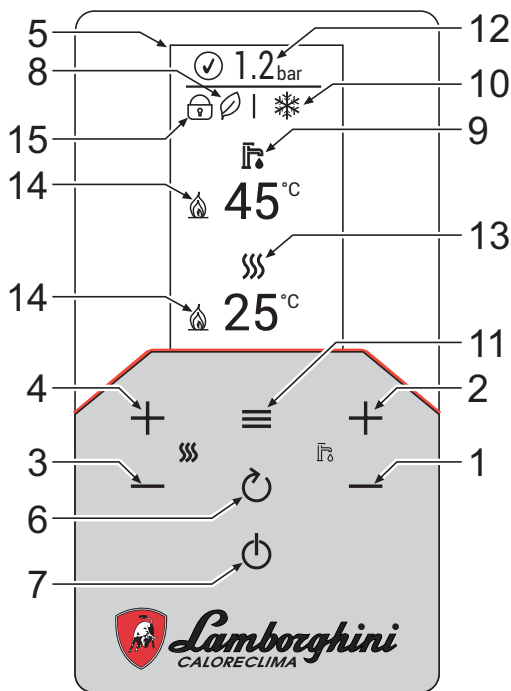

fig. 1- Panoul de control
1.2.1 Legendă panou fig. 1
Apăsăți de mai multe ori tasta  până când apare simbolul pentru vară (soarele) și mesajul "OFF" pentru încălzire (det. 10 - fig. 1): centrala va prepara numai apă caldă menajeră. Rămâne activ sistemul antiîngheț.
Cu ajutorul butoanelor pentru încălzire (det. 3 și 4 - fig. 1) pentru a modifica temperatura de la un minim de 20°C la un maxim de 80°C. Valoarea maximă poate fi modificată din interiorul meniului **Parametri** [TSP], acționând asupra parametrului P40.
Cu ajutorul butoanelor pentru apa menajeră (det. 1 și 2 - fig. 1) pentru a modifica temperatura de la un minim de 40°C la un maxim de 55°C. Valoarea maximă poate fi modificată din interiorul meniului **Parametri** [TSP], acționând asupra parametrului P46.
Funcția **COMFORT** poate fi dezactivată de către utilizator (modul **ECO**) apăsând tasta  timp de 2 secunde. În modul **ECO**, pe afișaj se activează simbolul  (det. 12 - fig. 1). Pentru a activa modul **COMFORT** apăsați din nou tasta .